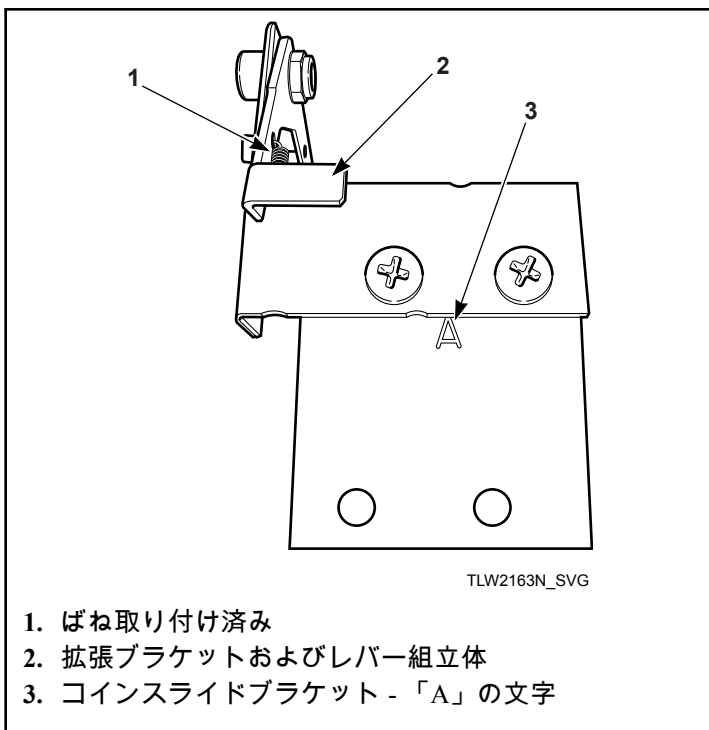

図 19
5. ねじ 2 本と止めナットを使用して、コインスライドブラケットに拡張ブラケットおよびレバー組立体を取り付けます。図 19 を参照してください。
重要: 「A」をマークした側面を上向きにし、拡張ブラケットおよびレバー組立体に向けてコインスライドブラケットを取り付けます。図 19 を参照してください。